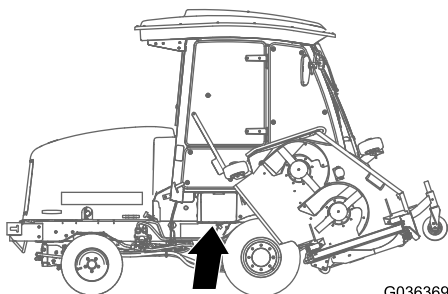

Bild 96
1. Öffnen Sie die Batterieabdeckung an der Seite der Abdeckung (Bild 96).
Hinweis: Üben Sie Druck auf die flache Oberfläche über der Batterieabdeckung aus, um das Entfernen der Abdeckung zu erleichtern (Bild 96).